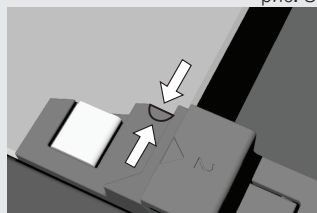

рис. 4
**Примечание: при установке стекла на место отметки (полукруг) на дверце и стекле должны совместиться (рис. 4).**